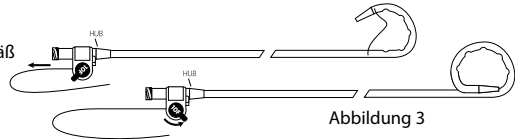

Abbildung 3
9. Ziehen Sie am Faden, bis das Pigtail-Ende wunschgemäß geformt ist. Den Faden nicht zu fest anziehen, da ein übermäßiger Zug auf das Pigtail-Ende den Katheter beschädigen könnte. Drehen Sie die Fadenfixierung nach distal, um den Faden zu fixieren. Siehe Abbildung 3.